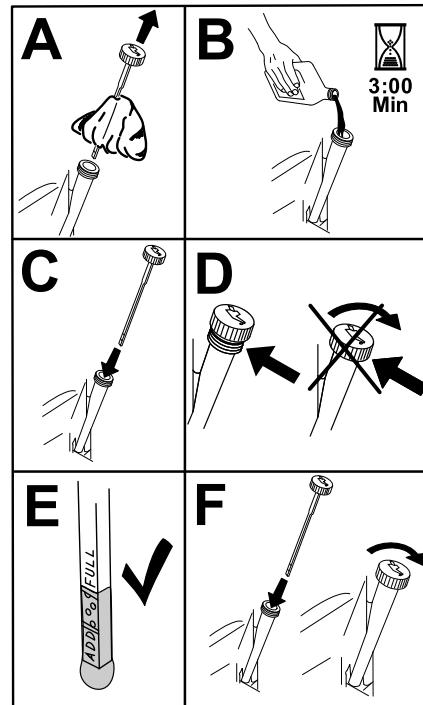

Bild 25
5. Gießen Sie langsam ungefähr 80 % der angegebenen Ölsorte in den Einfüllstutzen und füllen Sie dann vorsichtig mehr Öl ein, um den Ölstand an die **Voll**-Markierung zu bringen (Bild 25).
- Füllen Sie das Kurbelgehäuse mit der richtigen Ölsorte (Bild 25).